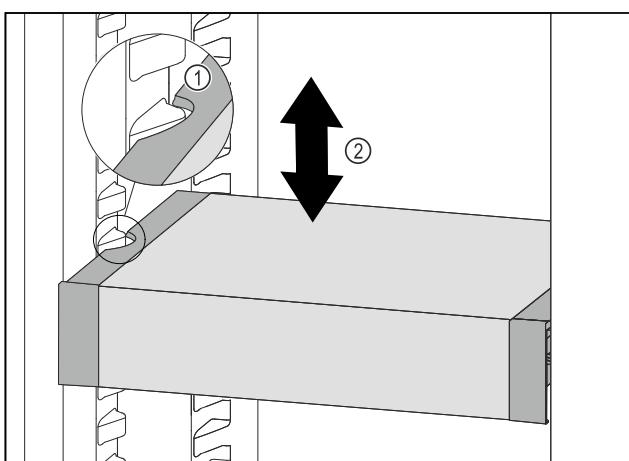

Fig. 67
► Táhněte VarioSafe dopředu, dokud nebudou boční vybrání VarioSafe na úrovni žebrování na nádoby v chladničce. Fig. 67 (1)
► Posoujte VarioSafe v chladničce nahoru nebo dolů, dokud nedosáhnete požadované výšky. Fig. 67 (2)